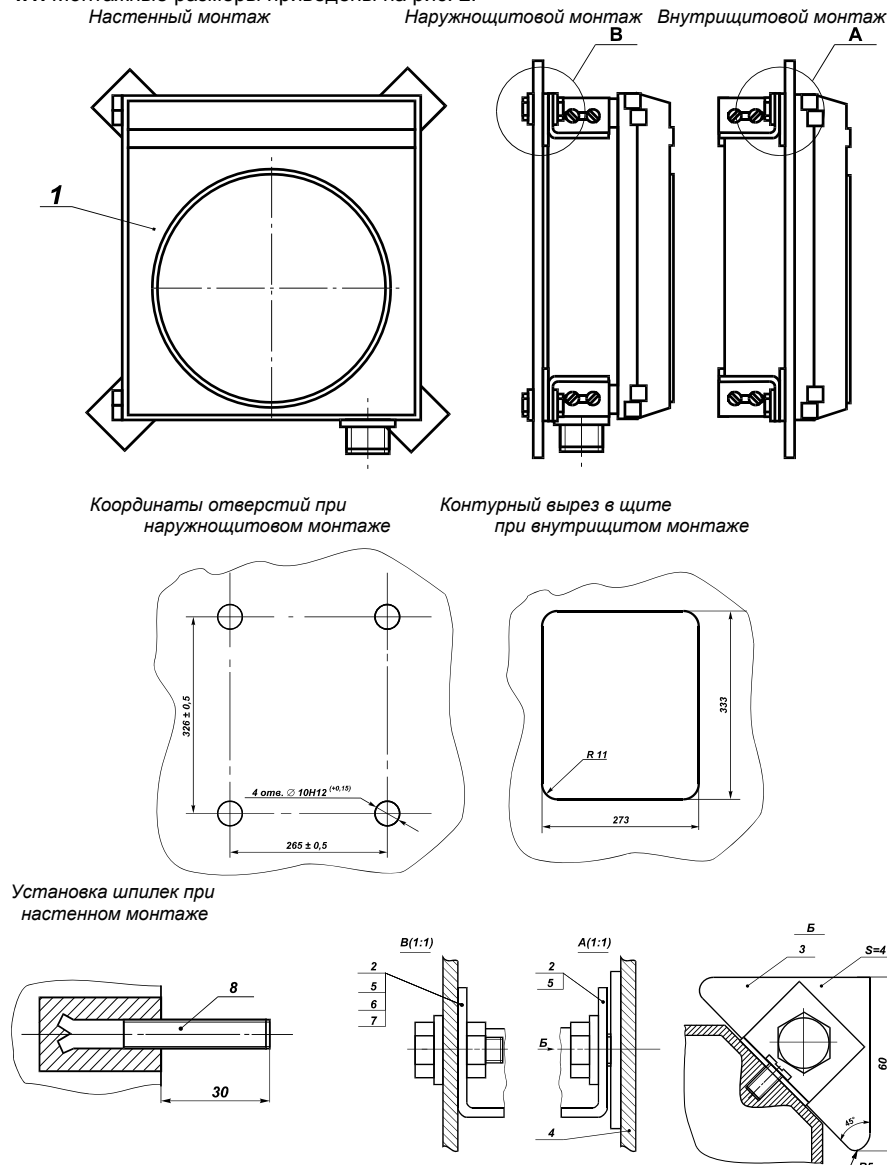

Рис. 2. Монтажный чертеж.
4.1. Монтажные размеры приведены на рис. 2.